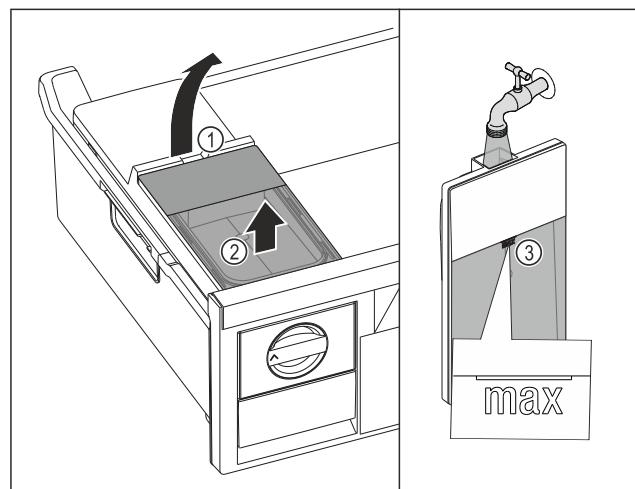

Fig. 75
- ▶ Поднимите бак для воды за выемку Fig. 75 (1).
- ▶ Извлеките бак для воды движением вверх. Fig. 75 (2)
- ▶ Наполните бак для воды питьевой водой до отметки Fig. 75 (3).